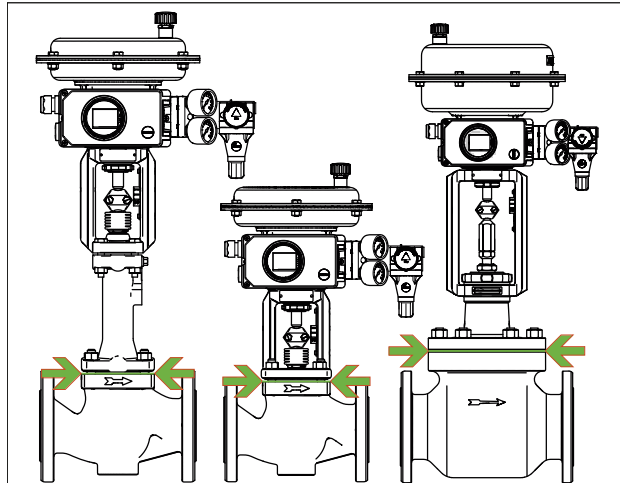

Fig. 13 : Limite d'isolement des vannes de régulation (exemple)
- ⇒ Isoler les vannes de régulation uniquement jusqu'à la bride du couvercle du corps de vanne, cf. Fig. 13. Cela s'applique également aux exécutions avec soufflet ou pièce d'isolement lorsque la température du fluide est inférieure à 32 °F (0 °C) ou supérieure à 428 °F (220 °C). Si la pièce d'isolement est incluse dans l'isolation, elle perd alors sa fonction !